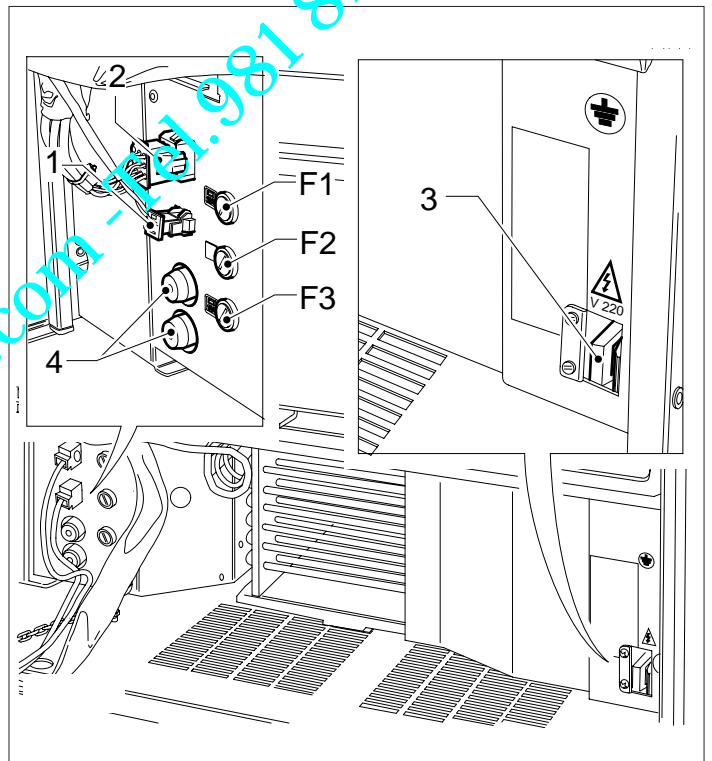

FIG.6.4
- El expendedor está provisto de un cable de alimentación HO5VV-F 3x1,5 mm $\frac{1}{2}$, con clavija SCHUKO que alimenta la tarjeta de alimentación en la que se instalan los fusibles de protección (Fig.6.4).